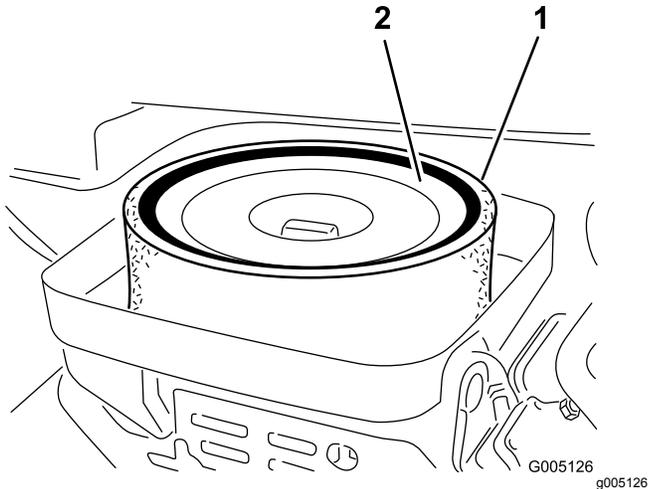

Figura 37
3. Retire la tuerca de orejeta que sujeta los elementos al cuerpo del limpiador de aire (Figura 37).
4. Si el elemento de espuma está sucio, sepárelo del filtro de papel (Figura 37). Límpielo a fondo de la manera siguiente: